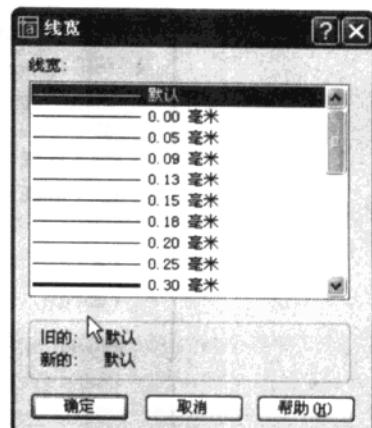

图 1-14 “线宽”对话框
(4) 线宽的设置 根据制图标准，每种线型有其相应的线宽。在图 1-10 中，若要改变某图层的线宽，可单击该图层的线宽值，显示“线宽”对话框，如图 1-14 所示。在其中选择所需线宽，再单击“确定”按钮。